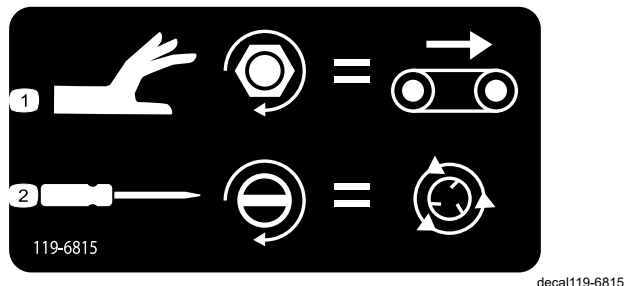

Figura 47
- Pentru a regla viteza podelei transportoare (Figura 47), rotii butonul în sensul acelor de ceasornic. Utilizai viteza maximă a podelei transportoare a sistemului de operare cu coduri de culoare atunci când nu este activat fluxul hidraulic. Această setare este utilă atunci când buncărul de alimentare este plin cu nisip.
- Pentru a regla viteza dispozitivului de împrăștiere (Figura 47), folosii o urubelniță cu cap plat, rotind urubul în sensul acelor de ceasornic pentru a mări viteza sau în sens invers acelor de ceasornic pentru a reduce viteza.